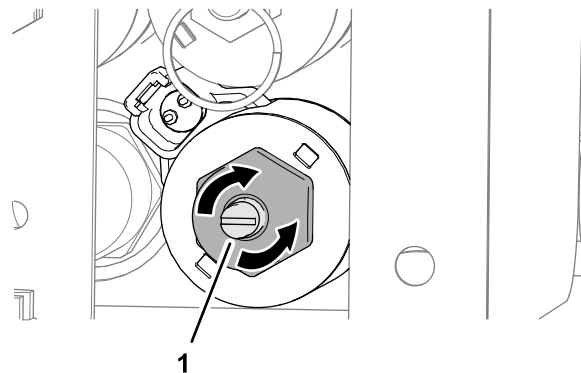

Bild 37
1. Drehen Sie die Sechskantschraube für die Ventilüberschreibung im Uhrzeigersinn, um die Fahrgeschwindigkeit zu erhöhen (**Bild 37**).